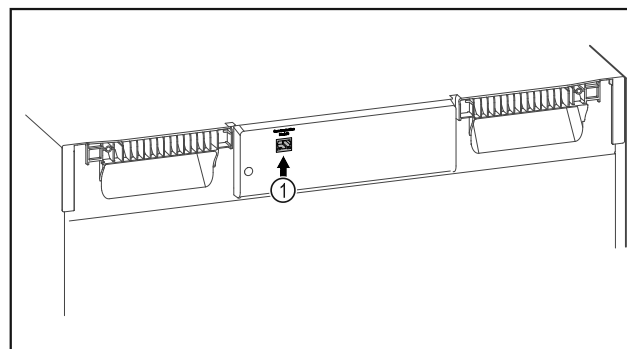

Fig. 111
- ❑ Założono SmartModule Fig. 111 (1).